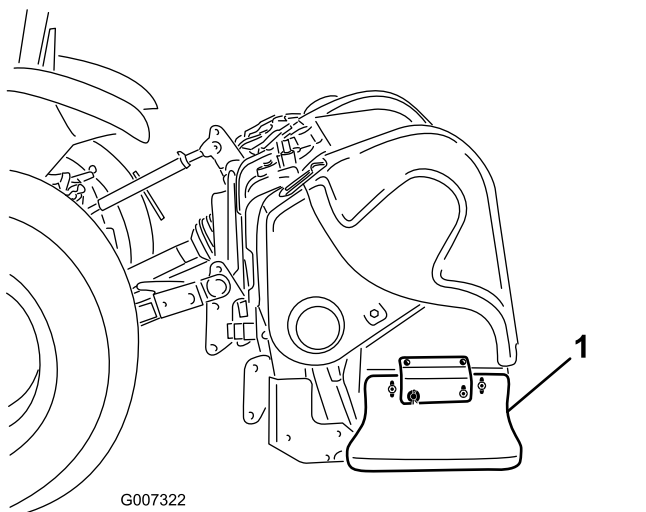

Figura 40
- Allentate i bulloni e i dadi di fissaggio del deflettore laterale al telaio (Figura 40).